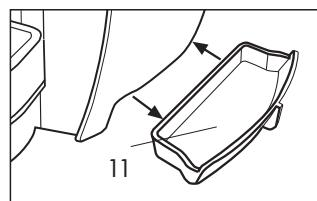

Fig. 19
Una vez limpia, volver a colocar correctamente la cubeta (11) (**Fig. 19**).